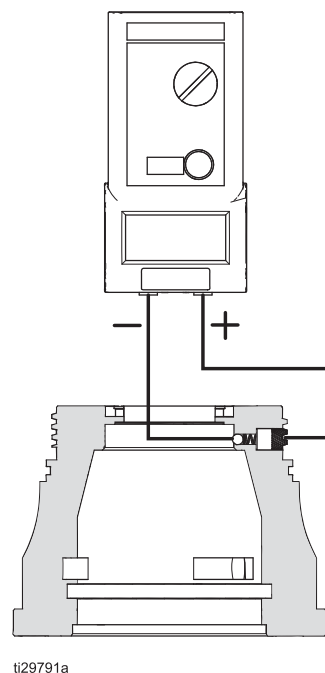

FIG. 23 Modstand i fronthuset
3. Hvis modstanden er $<0,1$ megaohm, skal du samle hele applikatoren igen og teste den på ny. Sørg for, at fjederbelastede kontakter er rene og opnår kontakt med den samvirkende overflade. Se FIG. 23.